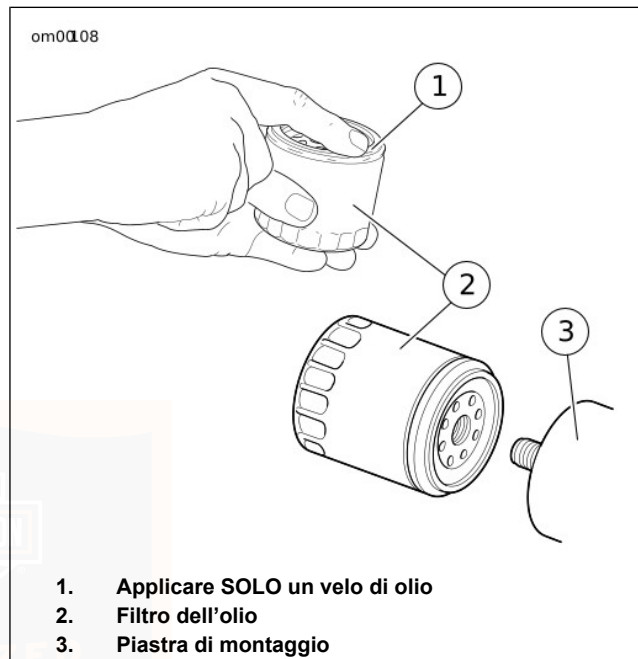

Figura 30. Applicazione di un velo di olio
6. Vedere Figura 30. Applicare un leggero strato di olio alla superficie di contatto della guarnizione sulla piastra di montaggio, sulla guarnizione stessa e sul nuovo filtro dell'olio.